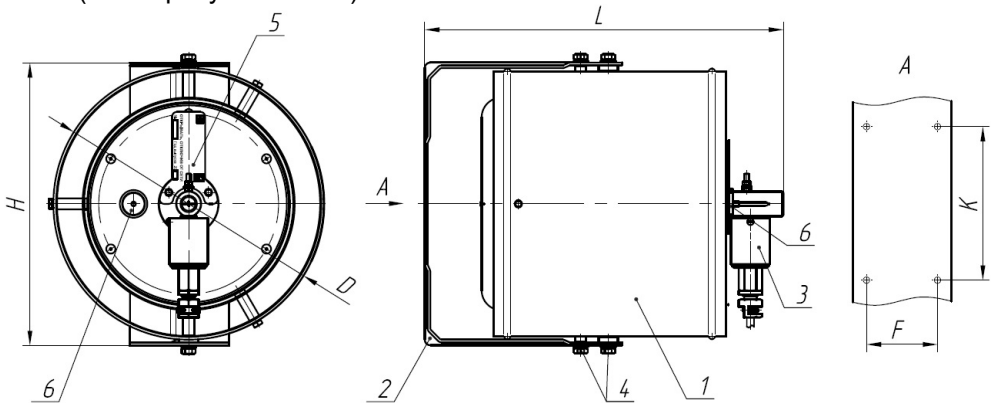

Рис.1.
6. Габаритные и присоединительные размеры (рис.1), мм, не более: <ul style="list-style-type: none"> <li>• длина - L</li> <li>• диаметр - D</li> <li>• ширина – Н</li> <li>• ширина – К</li> <li>• ширина – F</li> </ul>	400 310 310 168 78
3.1. В комплект поставки (рис.1) входит:
4.1. Устройство генератора (рис.1).
7.2. Монтаж генератора производится с помощью кронштейна крепления поз.2 (рис. 1) на жесткой вертикальной конструкции (стены, колонны и др.). Генераторы при установке должны быть так ориентированы, чтобы при их работе струи огнетушащего аэрозоля не оказывали теплового воздействия на пути эвакуации, судовое оборудование, кабельные трассы, аварийное освещение, предупредительную сигнализацию топливные и масляные цистерны и трубопроводы. Генераторы должны быть удалены от путей эвакуации и других районов, где может присутствовать персонал, по крайней мере, на минимальные безопасные расстояния, определенные в соответствии с циркуляром ИМО MSC.1/Circ.1270 для воздействия температур до 75 °С, но они не должны превышать, по возможности, 2,5 м, а так же от горючих материалов по крайней мере, на минимальные безопасные расстояния для воздействия температур до 200°С. Для монтажа на металлических конструкциях кронштейн крепления закрепляется при помощи 4-х винтов М 6х30, которые привариваются к металлической конструкции, 4-х шайб пружинных 6 и 4-х гаек М 6 (Метизы в комплект не входят). Учитывая, что генератор обеспечивает объемное тушение, то максимально быстро создать концентрацию аэрозоля в зоне возможного возникновения пожара можно направлением оси генератора на неё с помощью 4-х регулировочных винтов М8 поз. 6 (рис. 1).